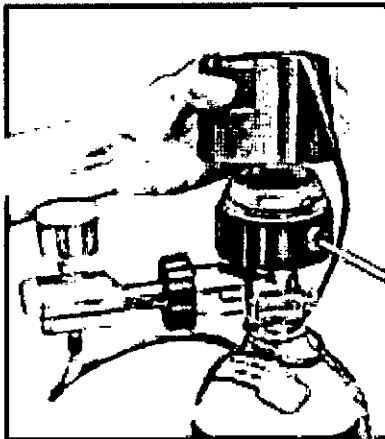

Figura 4-14
4. Ponga el módulo de la tapa sobre el INOmeter (figura 4-14).